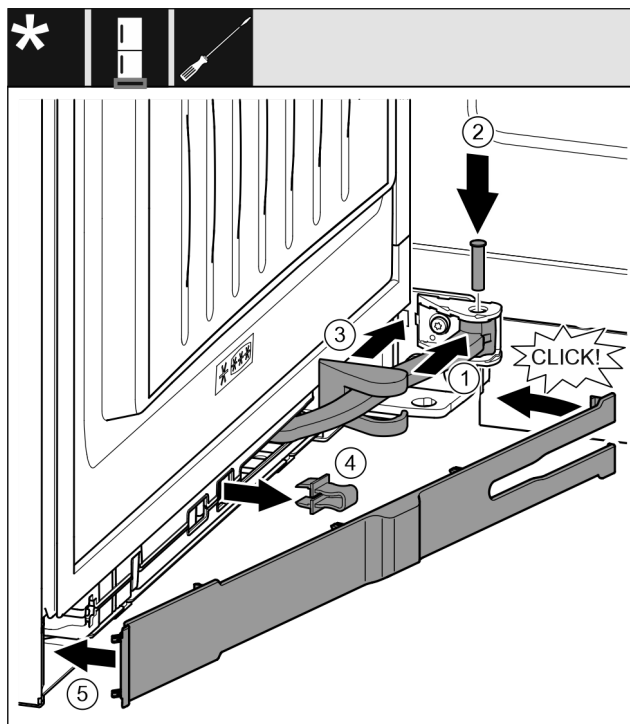

Fig. 32
- ▶ Otočte kloub Fig. 32 (1) v závěsu.
- ▶ Šroubovákem vložte čep Fig. 32 (2) do závěsu a kloubu. Přitom dávejte pozor, aby byla zajišťovací vačka správně usazena v drážce.
- ▶ Posuňte kryt stojanu ložiska Fig. 32 (3) podél kloubu a namontujte nad závěsem.
- ▶ Pojistku Fig. 32 (4) vytáhněte.
- ▶ Záslepku Fig. 32 (5) na straně madla nasadte a sklopte.